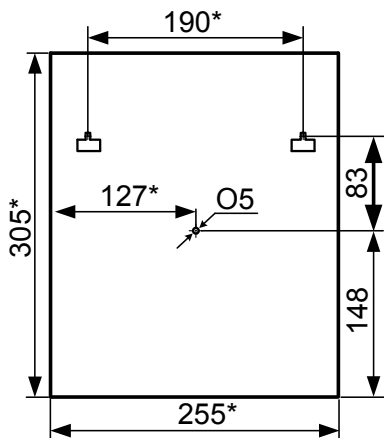

Рис. 1
3.2.2 Закрепить РИП в удобном месте. Габаритно-установочные размеры указаны на Рис. 1.